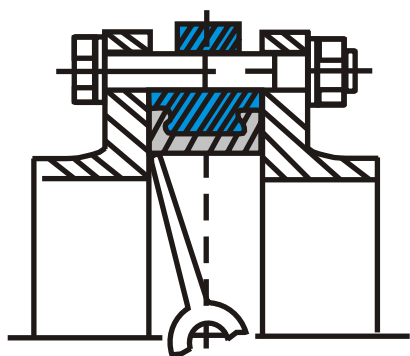

Рис. 1 (неправильно)
- Использование фланцев с внутренним диаметром меньше номинального диаметра затвора может привести к блокировке диска, что в свою очередь вызовет серьезное повреждение диска поворотного затвора (рис. 1). Для фланцев изготовленных согласно стандартам указанным в таблице выше и затворов ABRA при правильной установке такой неприятности не случится.